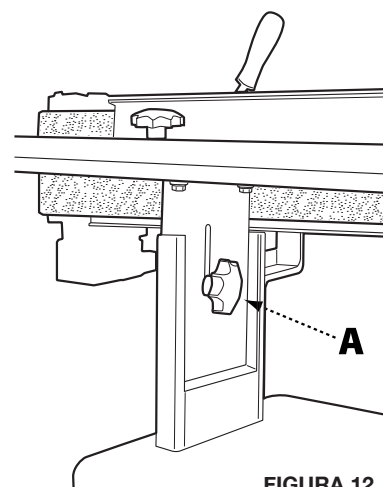

FIGURA 12
1. Existen dos perillas de bloqueo de elevación de altura (A), una a cada lado del apoyo de la mesa, como se muestra en la Figura 12. Afloje ambas perillas de bloqueo lo suficiente como para permitir a la mesa de lijado moverse hacia arriba y hacia abajo.